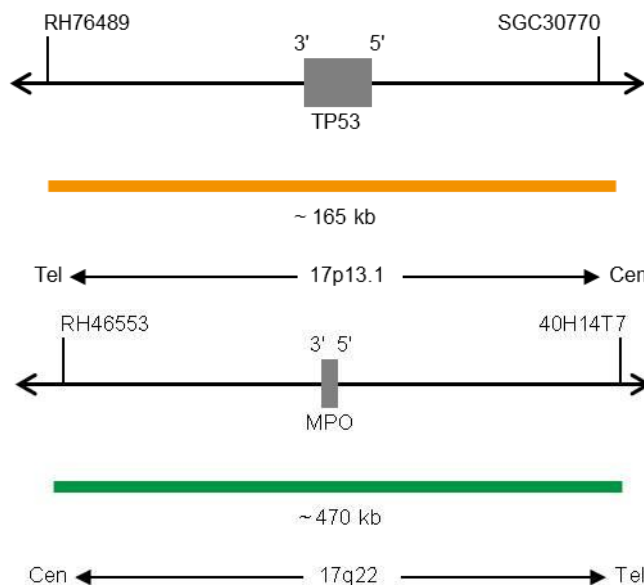

Fig. 1 : En haut : Carte de la sonde SPEC TP53 ; En bas : Carte de la sonde SPEC 17q22 (pas à l'échelle)
- Polynucléotides marqués au ZyOrange (excitation 547 nm/émission 572 nm) (~4,5 ng/μl), qui ciblent une séquence de 17p13.1* (chr17:7,495,749-7,663,022) hébergeant la région du gène TP53 (voir figure 1).
- Polynucléotides marqués au ZyGreen (excitation 503 nm/émission 528 nm) (~4,5 ng/μl), qui ciblent une séquence de 17q22* (chr17:56,124,338-56,594,220) (voir figure 1).